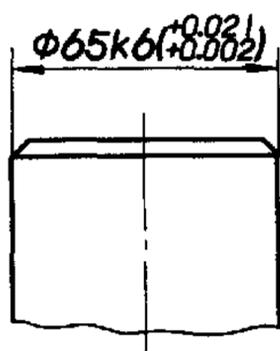

图 5
- 2.1.3 当要求同时标注公差代号和相应的极限偏差时,则后者应加上圆括号(图5、6)。